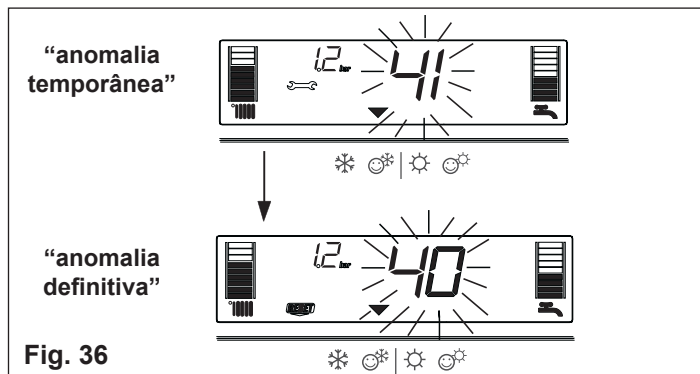

Fig. 36
1) Visualização só do ícone (fig. 36)
caso A (fig. 36)